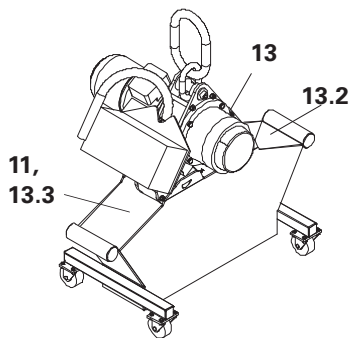

Fig. A6.21
4. Retirez le mécanisme de levage de la grue et placez la Tête de Levage STH (11) avec chaîne (13.3), la chaîne (13.2) et le Mécanisme de Levage STM (13) dans le carter de la chaîne. (Fig. A6.21)